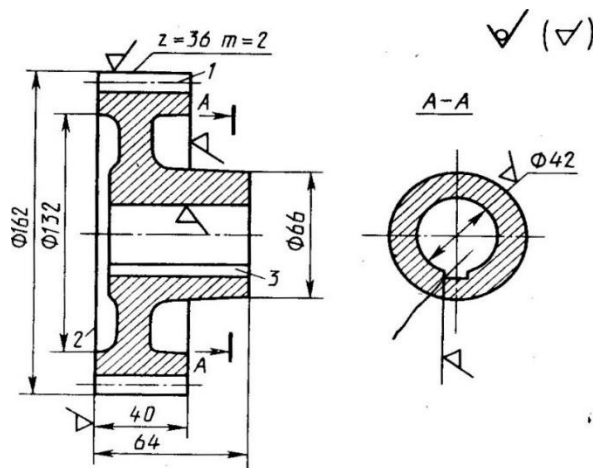

Рис. 14
2. По эскизу детали (рис. 14) разработайте эскизы элементов литейной формы, модели стержневого ящика, собранной литейной формы (в разрезе).